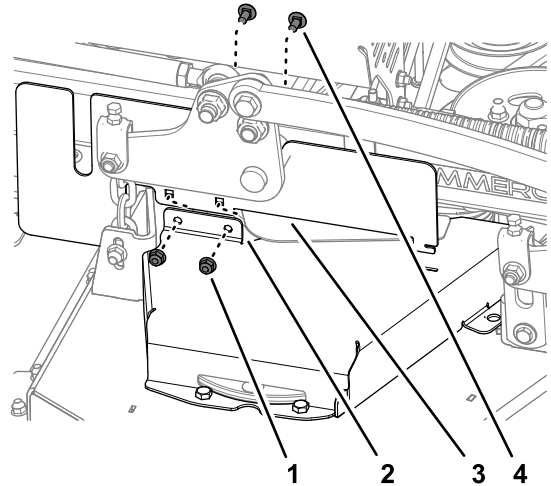

Figuur 40
1. Monteer de rechter drijfriemkap aan het maaidek (Figuur 40) met de 2 bouten die u hebt verwijderd in De linker drijfriemkap verwijderen (bladz. 30).